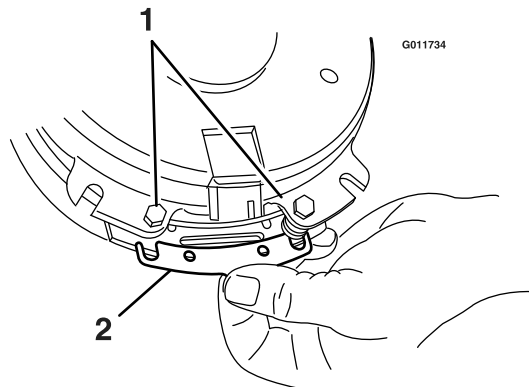

Figura 45
- A. Afloje ambos pernos de montaje del freno entre media y una vuelta (ver Figura 45).